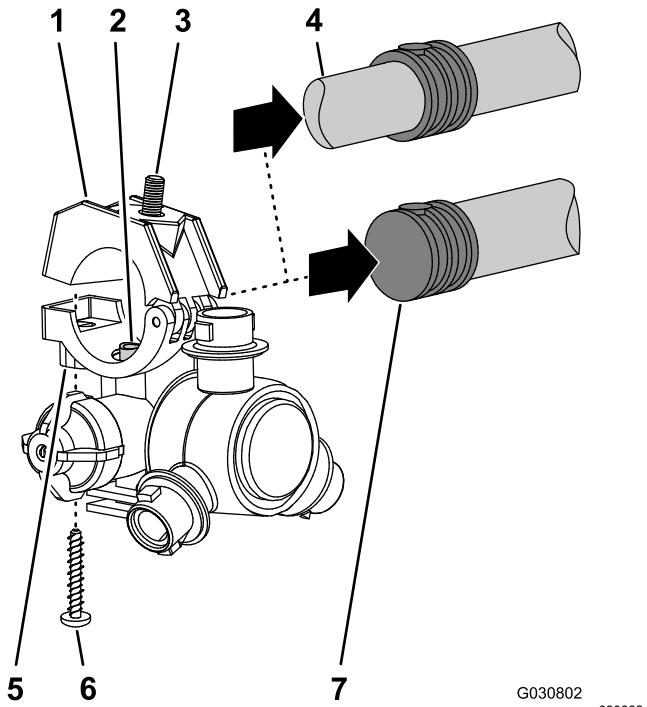

Figura 119
- Trabalhando com os 8 bicos do pulverizador que retirou no passo 1, retire os parafusos de aço inoxidável (N.º 12 x 1-1/4 pol.) que prendem as metades do grampo superior e as hastes do tubo roscado simples ou duplas (3/4 pol.) ao corpo de cada bico do pulverizador e retire as hastes do tubo roscado (Figura 119).